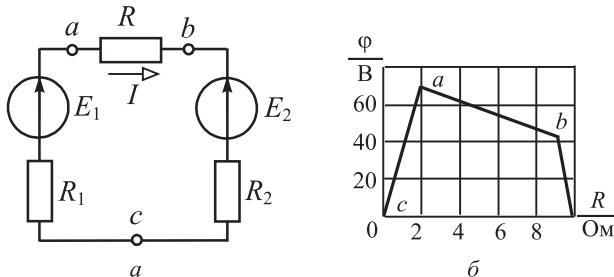

Рис. 1.2
**Задача 1.2.** Два источника ЭДС включены по схеме, приведенной на рис. 1.2, а, ЭДС  $E_1 = 80$  В,  $E_2 = 40$  В, внутренние сопротивления источников  $R_1 = 2$  Ом,  $R_2 = 1$  Ом, внешнее сопротивление  $R = 7$  Ом. 1. Определить: режимы работы источников ЭДС; напряжения  $U_{ac}$ ,  $U_{ab}$ ,  $U_{bc}$ . 2. Построить потенциальную диаграмму  $\phi(R)$  вдоль контура цепи. 3. Записать и проверить уравнение баланса мощностей.
Потенциальная диаграмма, построенная по полученным данным, изображена на рис. 1.2, б.